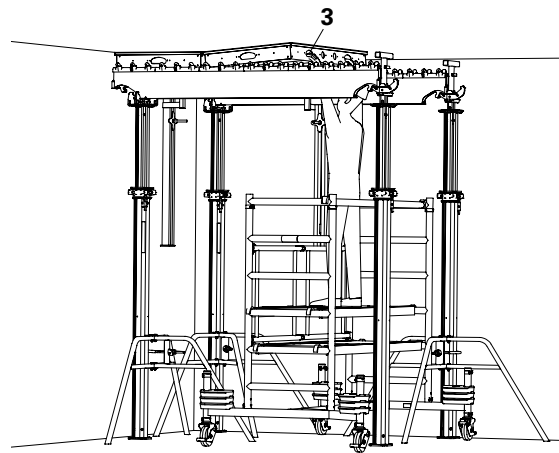

Fig. A4.07
3. Fixer deux panneaux supplémentaires. (Fig. A4.07)